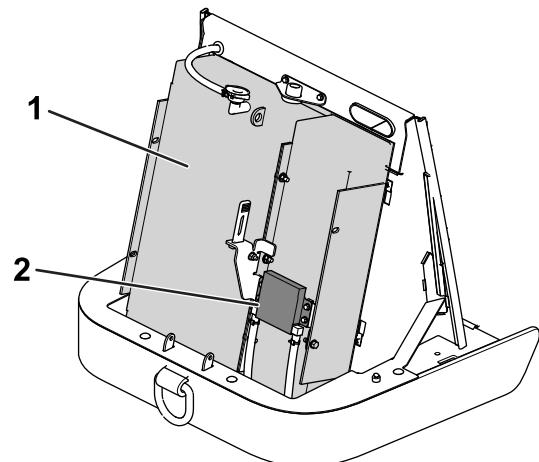

Рисунок 110
3. Тщательно очистите зону радиатора / охладителя топлива сжатым воздухом (Рисунок 110).